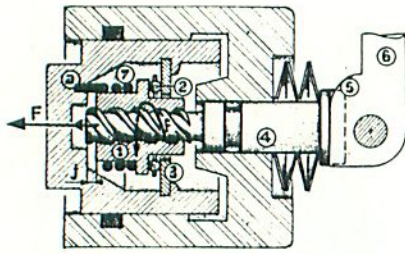

Figure F 4.
Lorsque l'on supprime la pression hydraulique, le piston revenant en arrière (Fig. F 4) sous l'action du joint (5) entraîne le jonc (2) qui revient en butée sur la rondelle (4).